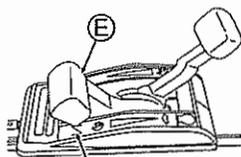

Fig. 12
3 Placez la Manette des gaz (E) sur la position Obturation "N". (Voir Fig. 12) (Vous pouvez démarrer le moteur en plaçant la manette sur "E" lorsque le moteur est chaud.)